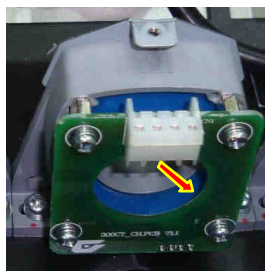

Рис. 6.14
6.9.7. Выкрутить два винта крепления датчика тока (рис. 6.14, красные стрелки), снять датчик тока и положить датчик и винты в тару.